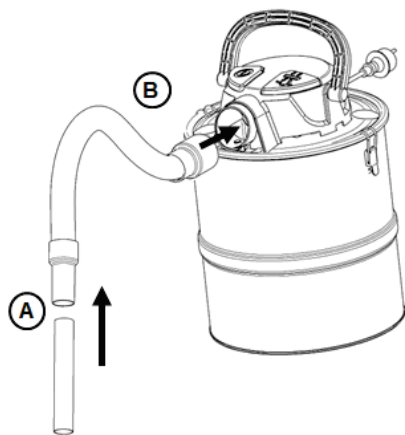

Fig.5
Para aspirar, inserir o bocal (A) na manga da mangueira de aspiração, como ilustra a Fig. 5. Inserir a mangueira com a manga na entrada do aspirador de pó (B).